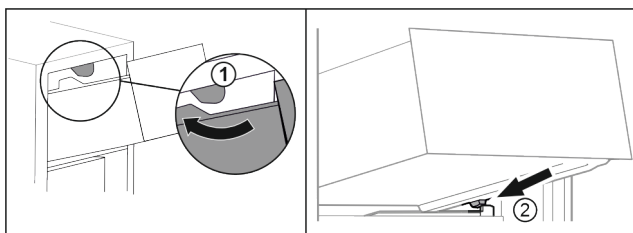

Fig. 102
- Ved'te zásuvku podél horních zarážek. Fig. 102 (1)
- Nasad'te zásuvku šikmo za dolní zarážky na žebrování na nádoby. Fig. 102 (2)